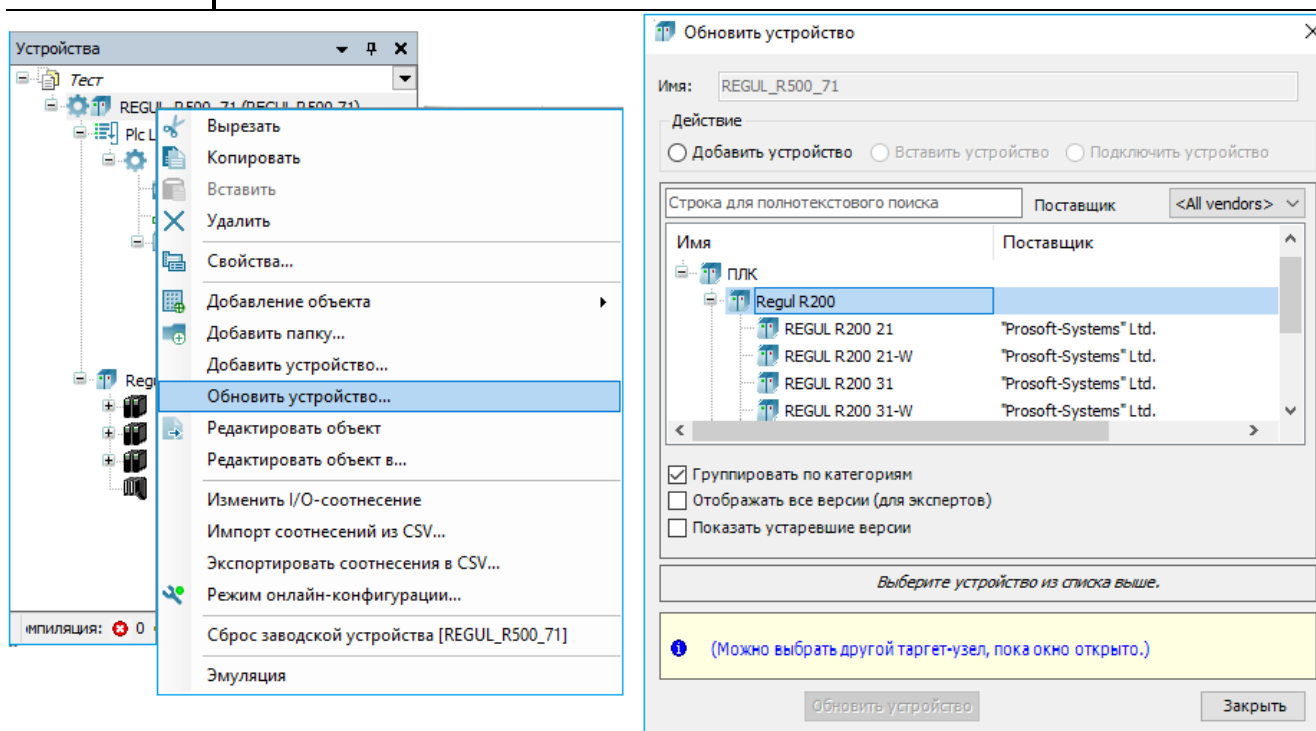

Рисунок 45 – Обновление устройства
- замените контроллер (головное устройство в дереве устройств) – в контекстном меню выберите пункт **Обновить устройство...**. Откроется окно **Обновить устройство**, где в списке выберите новый контроллер, нажмите кнопку **Обновить устройство** (Рисунок 45). Закройте окно.